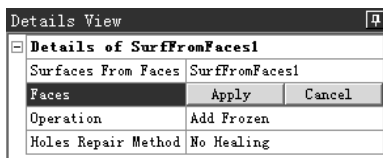

图 3.7.14 “Details View” 对话框
- 步骤 02** 选择命令。选择 **Concept** → **Surfaces From Faces** 命令，弹出图 3.7.14 所示的